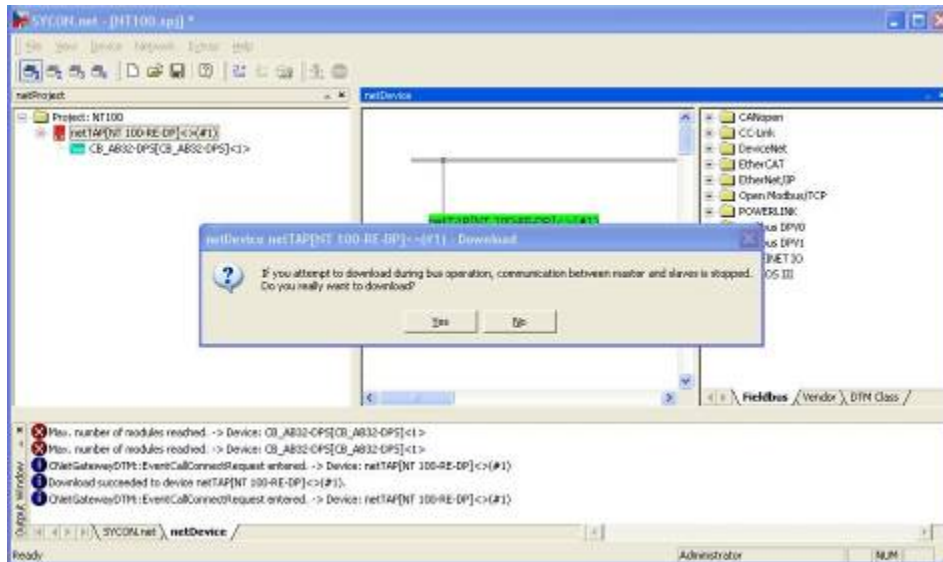

图 25
(25) 至此，完成了所有参数配置，右击 NT 100 图标，选择“Download”，在弹出的对话框中单击“Yes”，进行配置信息的下载，如图 25 所示：